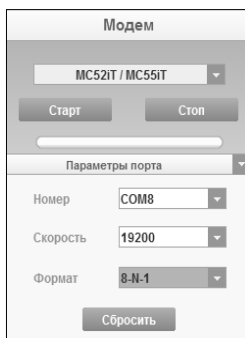

Рисунок 34 – Настройки связи модема
3.6.4.6.2.2. В выпадающем меню выбрать модель модема «MC52iT / MC55iT», а также установить настройки порта (нажать кнопку справа от надписи «Параметры порта») (рисунок 34):